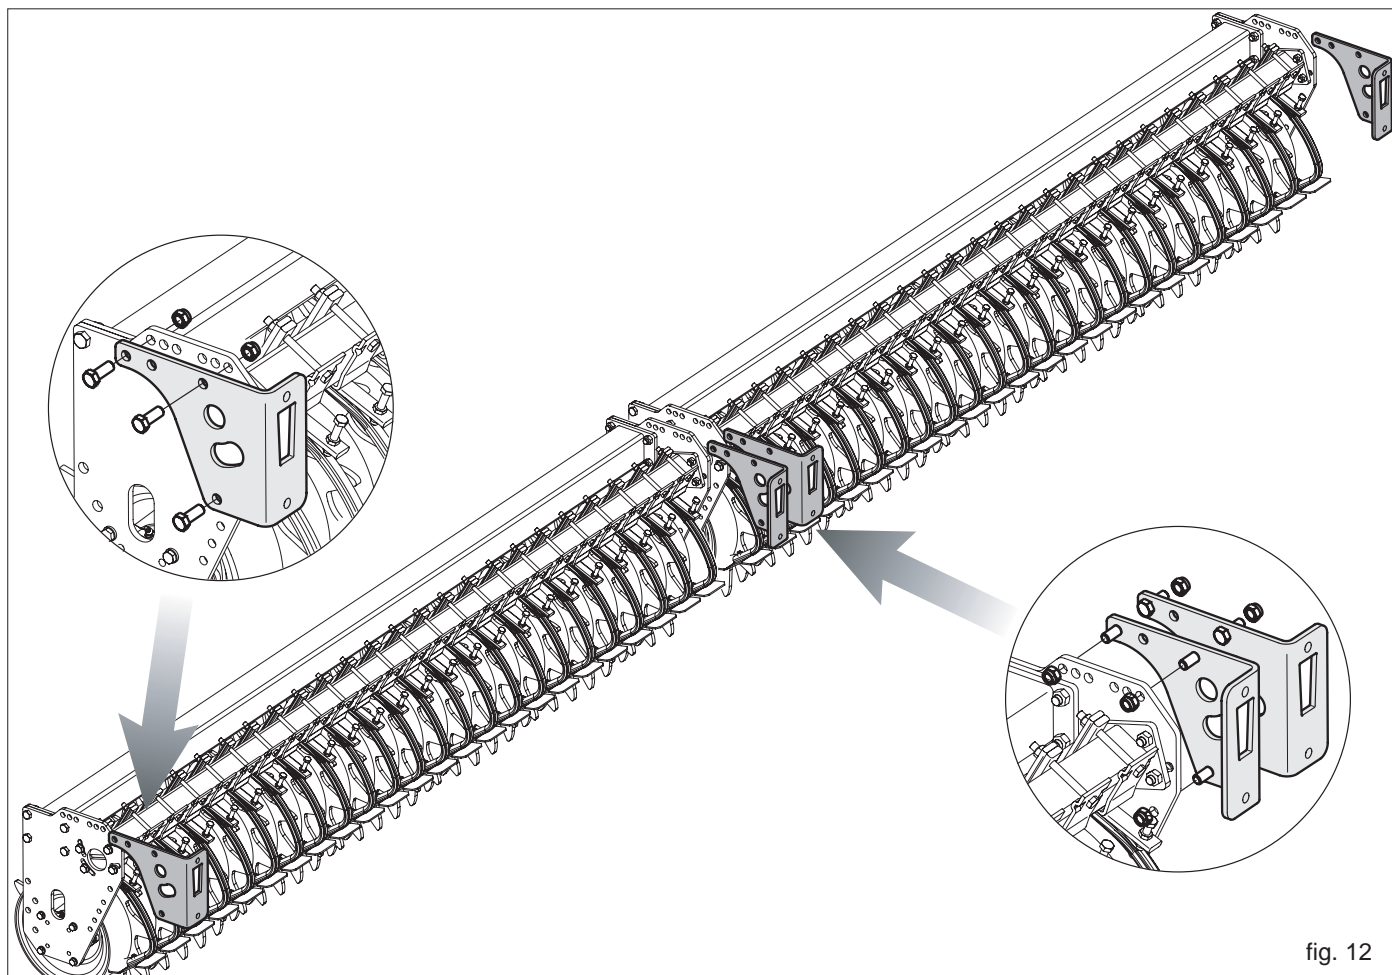

fig. 12
- 2) Montare i quattro supporti della barra di semina sul rullo posteriore dell'erpice rotante (Fig. 12).